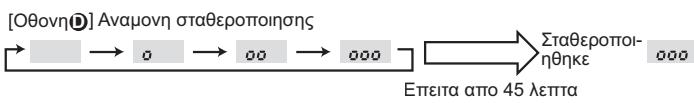

Fig. 8-3
- ③ Πατηστε το κουμπι FILTER (↔) για να επιβεβαιωσετε τη ρυθμιση. (Fig. 8-3)